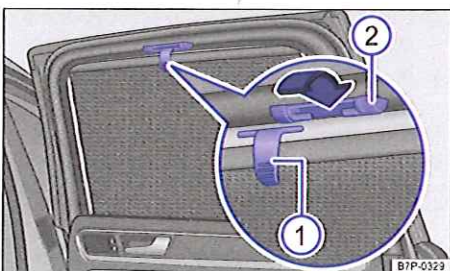

Fig. 107 Sur la glace arrière droite : store pare-soleil.
- Tirez entièrement vers le haut le store pare-soleil au niveau de la poignée saillante → fig. 107 ①.
- Accrochez la tige de retenue en fixant les deux œilletons dans les supports prévus à cet effet ②. Vérifiez que le store pare-soleil déroulé soit bien accroché dans les deux supports ②.
- Pour enrouler le store pare-soleil, décrochez-le en haut et guidez-le manuellement vers le bas pour le ramener dans son logement → ①.